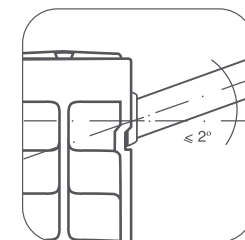

рис. 4
**!** Во избежание в радиаторе допустимо отклонение оси коллектора радиатора от подводящих труб не более  $2^\circ$  (рис. 4).